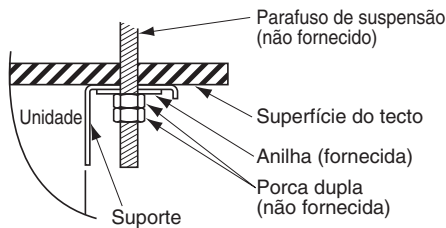

Fig. 3-14
- (6) Realize a preparação para suspender a unidade interior. O método de suspensão varia dependendo se o tecto é suspenso ou não. (Figs. 3-14 e 3-15)
- (7) Suspenda a unidade interior como segue: